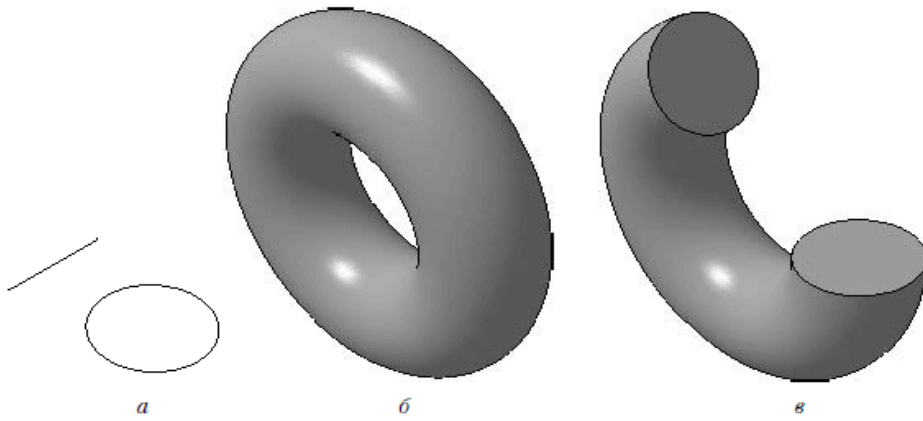

Рисунок 3 — Обертання: ескіз (а), повне обертання (б), обертання на кут менше  $360^\circ$  (в)
**Вращение.** Формотворний елемент є результатом обертання ескізу (рисунок 3, а) в просторі навколо довільної осі (рисунок 3, б). Обертання може відбуватися на кут  $360^\circ$  або менше (рисунок 3, в). Зверніть увагу, вісь обертання ні в якому разі не повинна перетинати зображення ескізу.